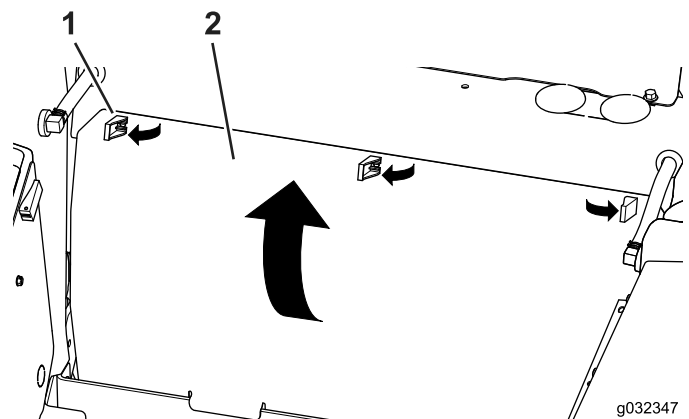

Figure 3
2. Basculez les 3 loquets à expansion et déposez le panneau arrière (Figure 3).